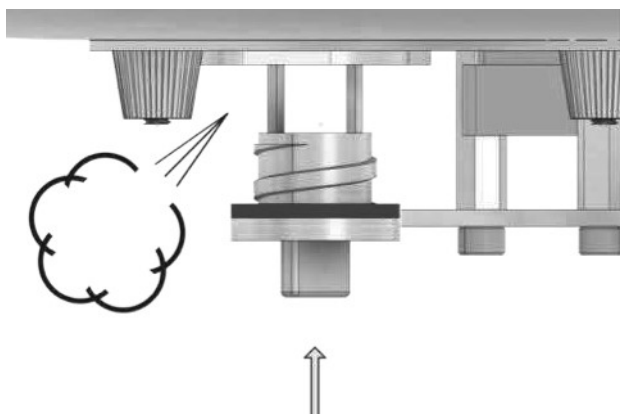

Abb. 4
5. Nach dem Entleeren der Ballonhülle den Drehverschluß wieder leicht handfest verschließen (Abb. 4)